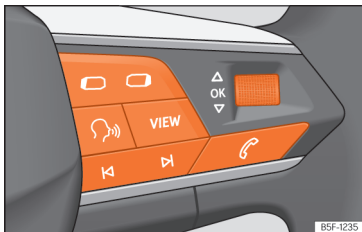

Рис. 12 Правий бік керма: органи управління комбінацією приладів (залежно від версії).
Жодне меню неможливо відкрити, доки на дисплеї є попередження пріоритету 1 » с. 22. Деякі повідомлення можна підтвердити й прибрати з дисплея клавішею **OK** на кермі » **рис. 12**.
- Якщо на дисплеї відображається повідомлення або піктограма автомобіля, натисніть клавішу **OK** » **рис. 12** необхідну кількість разів.